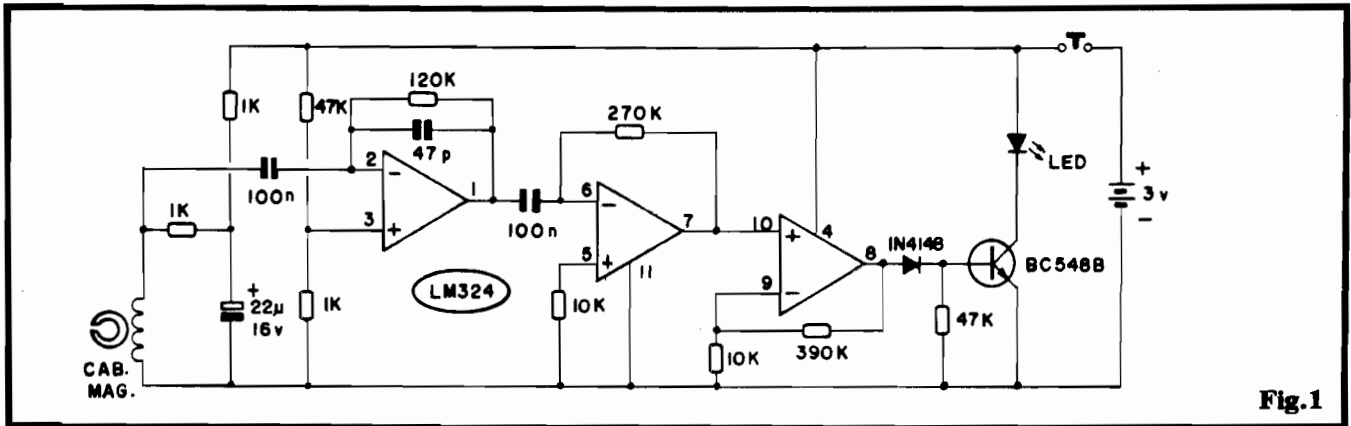

Fig.1
- FIG. 1 - DIAGRAMA ESQUEMÁTICO DO CIRCUITO - A. "tese" do funcionamento está centralizada na seguinte função: "perceber" a presença do minúsculo campo magnético de segurança presente no interior da nota